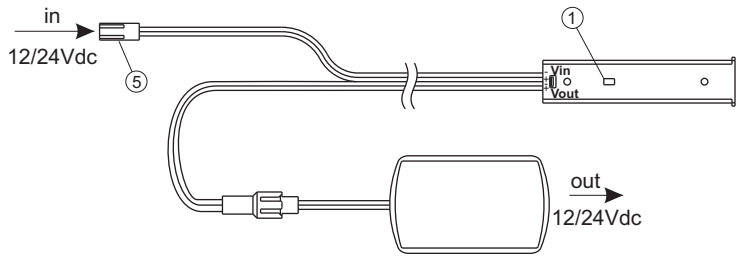
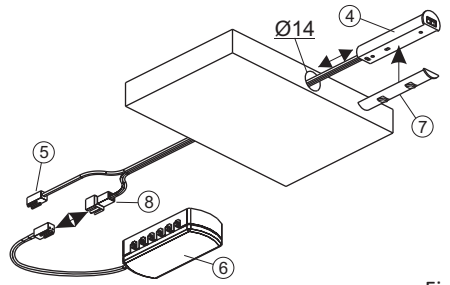

Fig 1
Fig 3
- Se invece lo si vuole fissare incassato nel pannello (fig. 3), praticare un foro Ø14 profondo minimo 63mm, scollegare il distributore (6) dal connettore (8), far passare il cavo nel foro, applicare l'accessorio in
plastica (7) al sensore (4) ed inserire il tutto nel foro appena eseguito. Al termine di queste operazioni bisogna ri-collegare il distributore (6) al connettore (8) contrassegnato da "OUT" posizionato sul cavo più corto (fig. 1 e fig. 3).
- Collegare i faretto al distributore (6) per un massimo di 15W se funzionanti a 12Vdc o massimo 30W se funzionanti a 24Vdc.
- Collegare il connettore "in" (5) ad un converter da 12Vdc (max. 15W) o 24Vdc (max. 30W) a seconda del tipo di carico applicato.
- Alternatively, to install it flush with the panel (fig. 3), make a hole ($\varnothing 14$) of depth at least 63mm, disconnect the distributor (6) from the connector (8), pass the wire through the hole, apply the plastic fitting (7)
to the sensor (4) and insert the assembly in the hole which has been just made. When this has been done, reconnect the distributor (6) to the connector (8) marked "OUT" positioned on the shorter wire (fig. 1 and fig. 3).
- Connect the spotlights to the distributor (6), for a maximum of 15W if operating at 12Vdc or 30W if operating at 24Vdc.
- Connect the "in" connector (5) to a converter of 12Vdc (max. 15W) or 24Vdc (max. 30W) according to the type of load applied.
- Wenn der **IR-SENSOR** stattdessen in einer Platte eingelassen werden soll (Abb. 3), eine Bohrung mit $\varnothing 14$ mm (mindestens 63 mm Tiefe), den
Verteiler (6) vom Verbinder (8) trennen, das Kabel durch die Öffnung führen, das Kunststoffzubehör (7) am Sensor (4) anbringen und alles zusammen in das gebohrte Loch einstecken. Nach diesen Arbeiten muss der Verteiler (6) wieder an den Verbinder (8) mit der Aufschrift "OUT", der sich am kürzeren Kabel befindet, angeschlossen werden (Abb. 1 und Abb. 3).
- Die Strahler an den Verteiler (6) mit maximal 15W bei Betrieb mit 12Vdc oder mit maximal 30W bei Betrieb mit 24Vdc anschließen.
- Den Verbinder "in" (5) an einen Konverter mit 12Vdc (max. 15W) oder 24Vdc (max. 30W) anschließen, je nach Art der anliegenden Last.
- Si, au contraire, on souhaite le fixer à encastrement dans le panneau (fig. 3), pratiquer un orifice Ø14 de profondeur minimale 63 mm, débrancher le distributeur (6) du connecteur (8), faire passer le câble dans l'orifice, appliquer l'accessoire en plastique (7) au capteur (4) et introduire
le tout dans l'orifice à peine réalisé. À la fin de ces opérations, il faut brancher de nouveau le distributeur (6) au connecteur (8) marqué par "OUT" placé sur le câble le plus court (fig. 1 et fig. 3).
- Brancher les spots au distributeur (6) à un maximum de 15W s'ils fonctionnent à 12Vdc ou à un maximum de 30W s'ils fonctionnent à 24Vdc.
- Brancher le connecteur "in" (5) à un convertisseur de 12Vdc (max. 15W) ou 24Vdc (max. 30W) selon le type de charge appliquée.